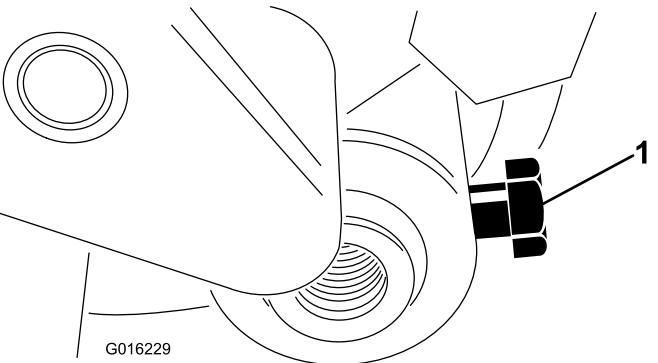

Рисунок 12
24. Вставьте ось валика в рычаг правого регулятора и зафиксируйте его, не затягивая, болтом оси валика (Рисунок 12).
32. Выровняйте валик по центру между рычагами регуляторов и затяните болты крепления (Рисунок 12).